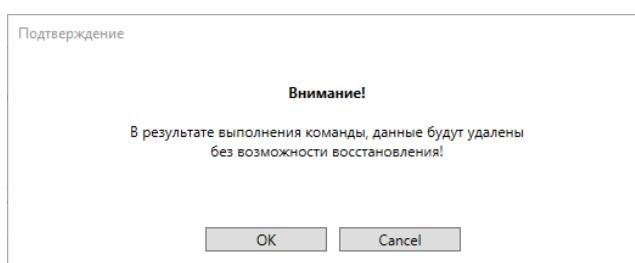

Рисунок 13-3
3. Нажмите кнопку «Выполнить». Появиться сообщение Рисунок 13-3.